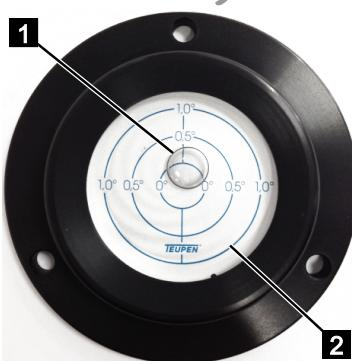

Abb. 132
6. Das Chassis durch Ausrichten der Stützen nach der Dosenlibelle (Abb.132) in waagerechte Position bringen. Die Blase (Abb.132/1) der Dosenlibelle muss sich innerhalb des 1°-Kreises (Abb.132/2) befinden.